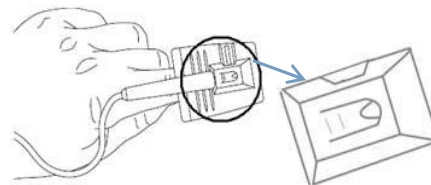
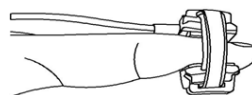

Figura 2 Sensore a Dito in Gomma
Figura 4(A/B) Sensore a dito/a piede di Tipo Y
3. Per il sensore SpO₂ con clip a dito in gomma per adulti, inserire un dito (l'indice è preferibile, ma si può utilizzare anche il medio o l'anulare, a condizione che le unghie siano della lunghezza appropriata) nel sensore secondo il simbolo sulla parte superiore del sensore, come mostrato nella Figura 2. Si prega di notare che il dito deve essere inserito abbastanza in profondità da far sì che la luce emessa dal sensore ottico (da un lato del sensore di tipo Y) si trasmetta attraverso l'osso del dito per la diffusione della luce prima di raggiungere la parte ricevente del sensore di tipo Y.
4. Il sensore SpO₂ Universale di Tipo Y con fascia in gomma può essere avvolto attorno un dito o alla pianta del piede (specialmente in caso di neonati). Nel sensore mostrato nella Figura 2, la fascia di gomma può essere rimossa dal sensore di Tipo Y per la pulizia, il sistema di fissaggio della fascia può essere regolato per allineare il sensore e garantire una corretta aderenza. Posizionare il sensore di Tipo Y nella posizione corretta all'interno della fascia aperta per essere avvolta attorno al dito o alla pianta del piede. Quando viene utilizzato su un dito, inserire il dito tra i due lati del sensore di Tipo Y, quindi avvolgere la fascia attorno al sensore come mostrato in Figura 4(A). Quando viene utilizzato sulla pianta del piede, posizionare la pianta all'interno della fascia, quindi avvolgerla attorno al piede e stringerla con la forza adeguata come mostrato in Figura 4(B); si raccomanda vivamente di utilizzare garza autoadesiva per fermare il cavo del sensore in prossimità del sito di misurazione, in modo da evitare movimenti tra il sensore e l'area misurata e garantire una maggior qualità del segnale.